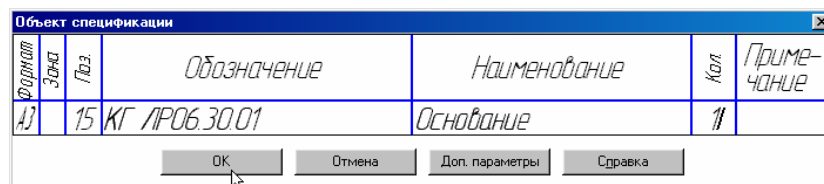

Рис. 23
6. В появившемся окне заполните ячейки *Обозначение*, *Наименование*, *Количество* и нажмите *ОК*, рис. 23.